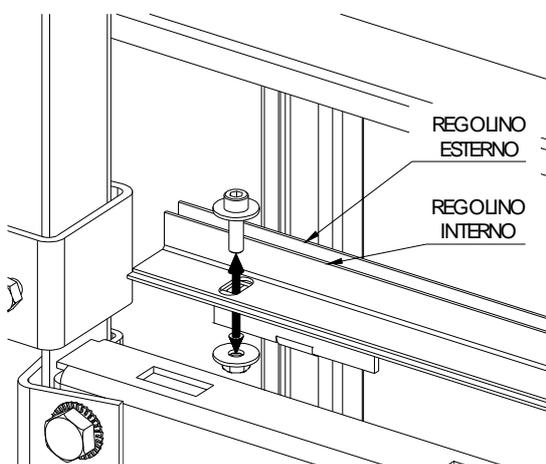

Fig.21.2
- ✓ Posizionare i regolini orizzontali e fissarli alla staffa precedentemente montata, ricordandosi di utilizzare le rondelle dentellate antisvitamento (Fig. 21.2)